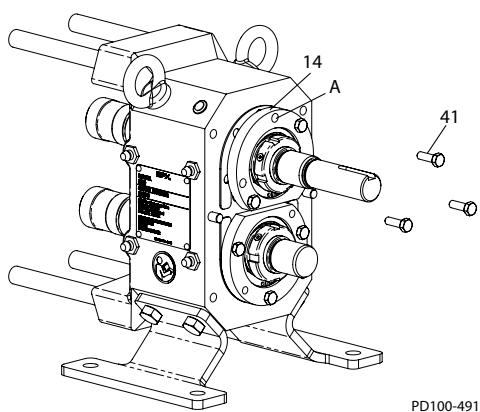
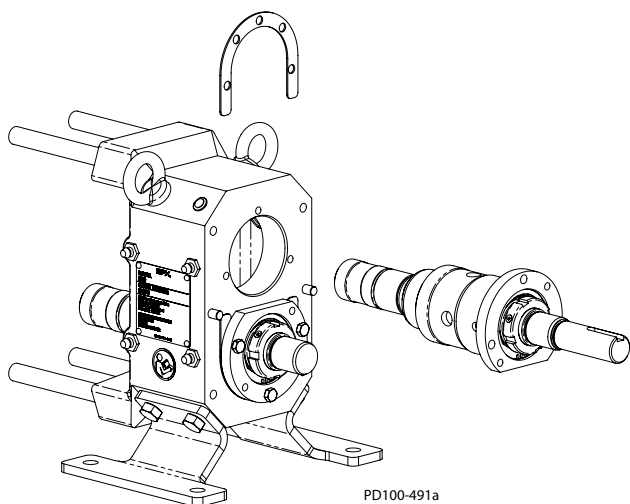

Figure 40 - Retirez les vis
Figure 41 - Retirez l'arbre
4. Retirez les vis du coffrage du roulement (Figure 40, objet 41).
5. Installez 2 vis dans les trous taraudés (Figure 40, objet A) du coffrage du roulement (objet 14). Serrez les vis pour tirer le coffrage du roulement à partir de la boîte d'engrenages. (Figure 41).